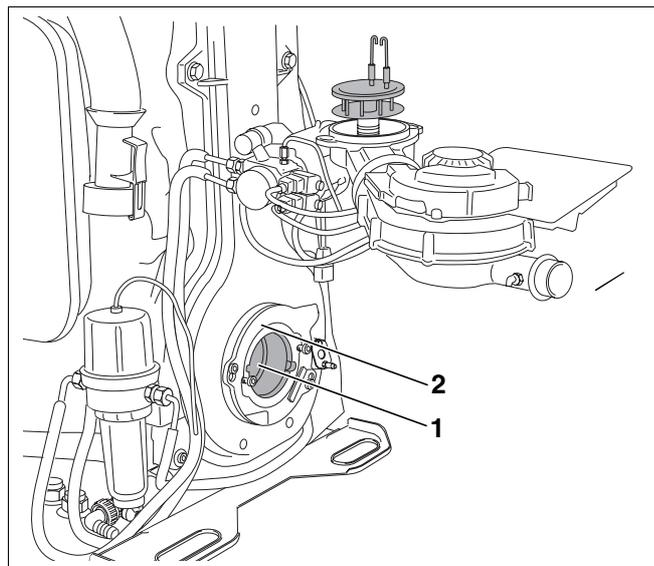

Fig. 63 Sostituire il boccaglio e controllare la guarnizione
- Controllo visivo del boccaglio (fig. 63, **pos. 1**).
- Pulire, ed eventualmente sostituire, il boccaglio (fig. 63, **pos. 1**).
- Estrarre il boccaglio (fig. 63, **pos. 1**) dal tubo di supporto.
- Prima di montare il bruciatore, controllare la guarnizione (fig. 63, **pos. 2**) tra il sistema di miscelazione ed il boccaglio.